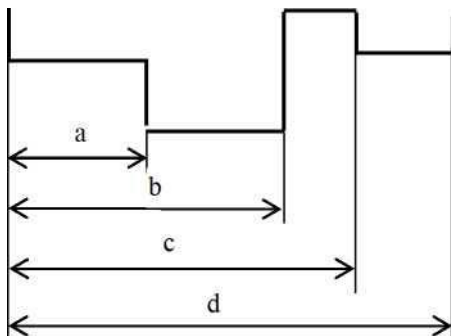

Рис. 6.
7.3. **Базовый** 13 проставляет размеры, используя в качестве базовой точки первую выносную линию последнего линейного размера. Команда работает, когда уже введен один размер (рис.6). Если предыдущий введенный размер был не линейный, или в ответ на предыдущий запрос была нажата клавиша <Enter>, в командной строке появится предложение: